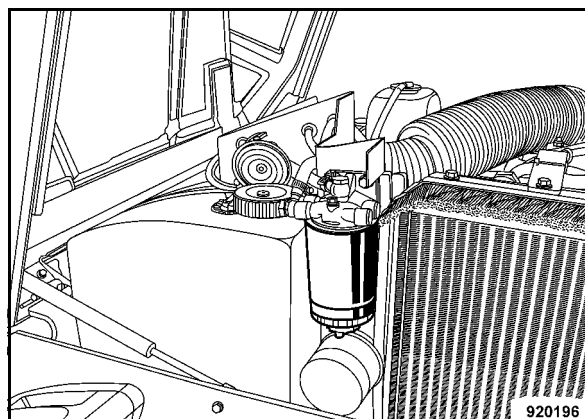

Fig. 122
- Allentare e quindi svitare la cartuccia del filtro del carburante (Fig. 122).